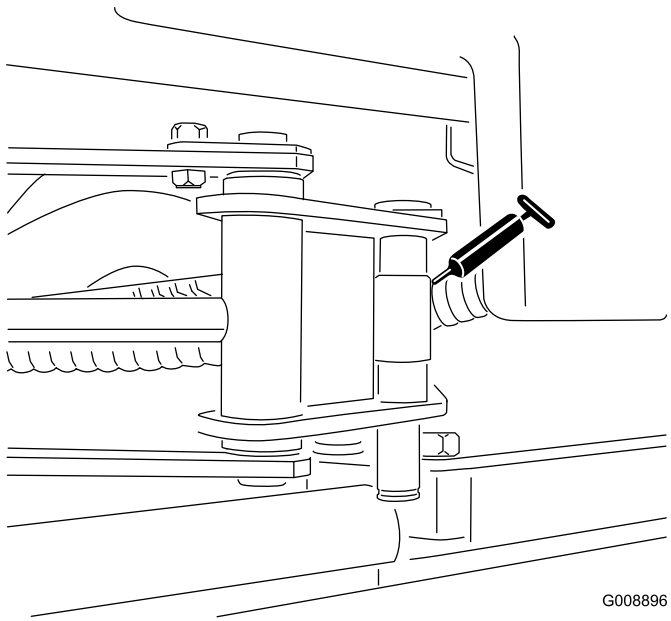

Figura 58
- Extremos de los cilindros Sidewinder (2 engrasadores; Modelo 03171 solamente – Figura 58)